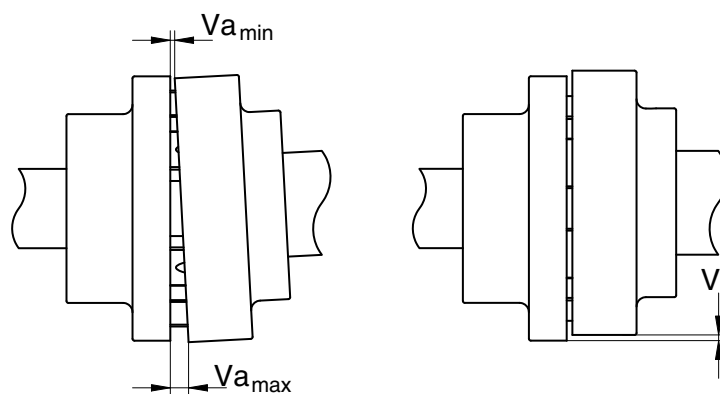

Figure 4: Tolérances d'alignement de l'accouplement standard.
- 3 L'alignement est correct si les valeurs mesurées sont dans les limites de tolérance, voir figure 4 et le tableau correspondant.
Les tolérances maximales admissibles pour l'alignement des demi-accouplements sont indiquées dans Tableau 2. Voir aussi figure 4.